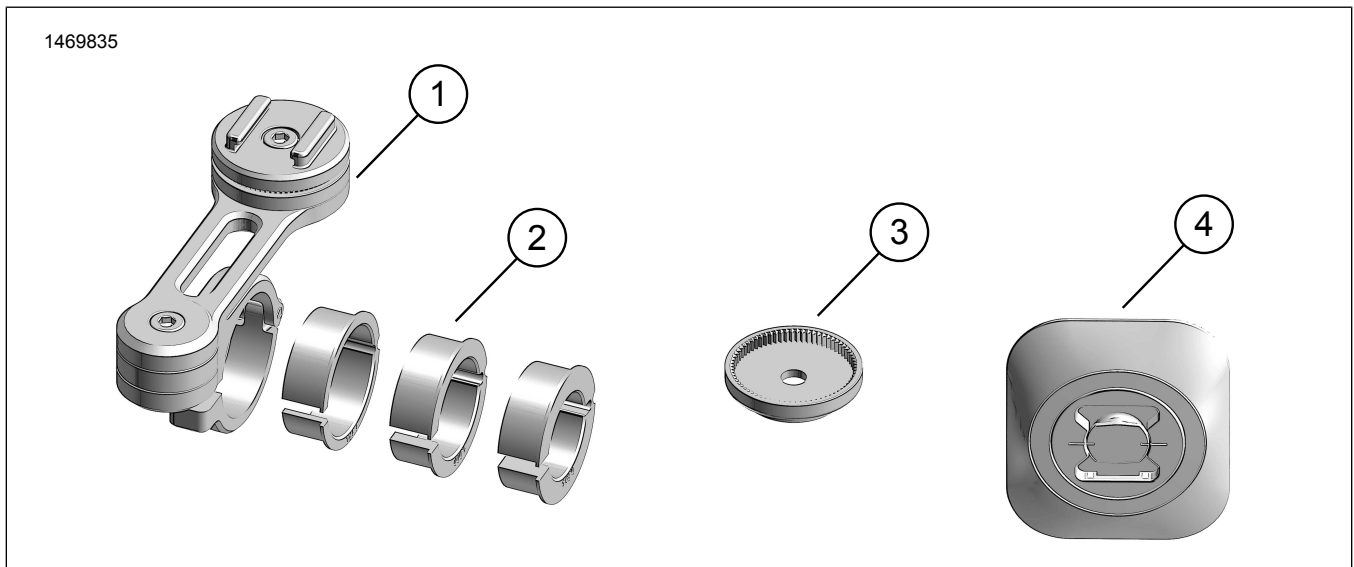

Figure 1. Contenu du kit : Support de téléphone universel avec support guidon
1. Figure 1 Installer le support guidon (1).
1. Figure 1 Installez l'interface universelle (4).